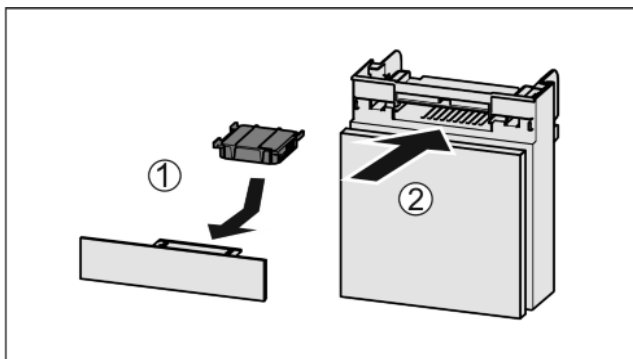

Fig. 45
- ▶ Установите фильтр с активированным углем, как показано на рисунке Fig. 45 (1).
- ▶ Вставьте отделение Fig. 45 (2).